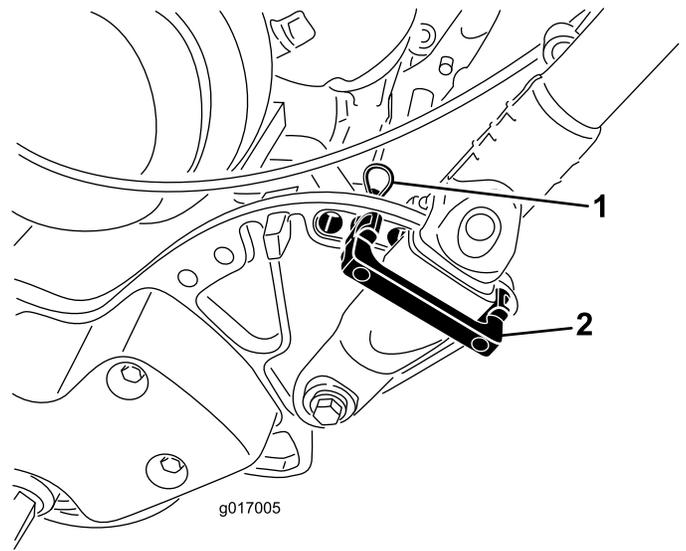

图8
1. 当撑住手柄时取下将手柄铁夹固定到侧板上的扎带 (图8)。
2. 将手柄旋转到需要的操作位置将手柄卡环插入手柄铁夹及侧板上相对应的孔 (图8)。
3. 使用发卡销将手柄铁夹固定到位 (图8)。